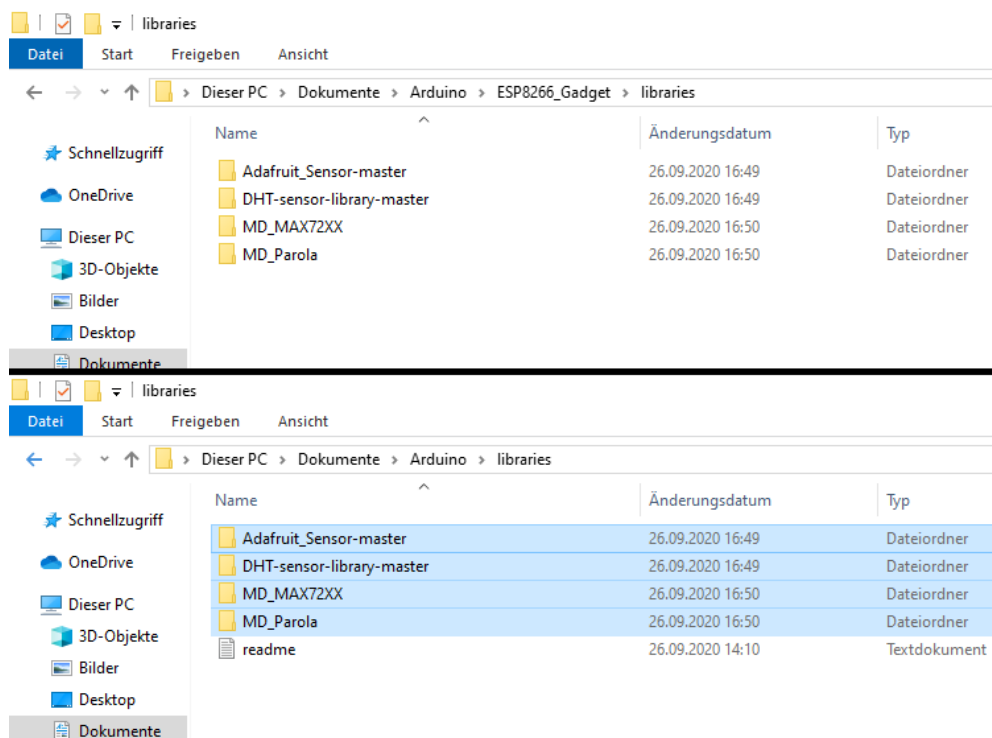

Abbildung 6.10: Entpacken: Hinzufügen der Bibliotheken
- 4.3 Bibliotheken (libraries) aus dem Projekt ESP8266_Gadget verschieben - unter Dokumente - im Ordner Arduino unter libraries verschieben. (Abb. 6.10)